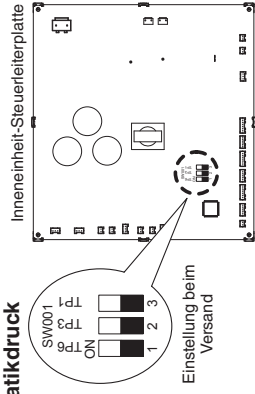

Abb. 10-1
- Den Deckel des Gehäuses der elektrischen Komponenten öffnen und den Ort des Wahlschalters an der Innggerät-Steuerelektrodeplatte ausfindig machen. (Abb. 10-1)
- Die Ein/Aus-Schalter, die sich gegenwärtig in Ein-Stellung (ON) befinden, auf Aus (OFF) stellen.